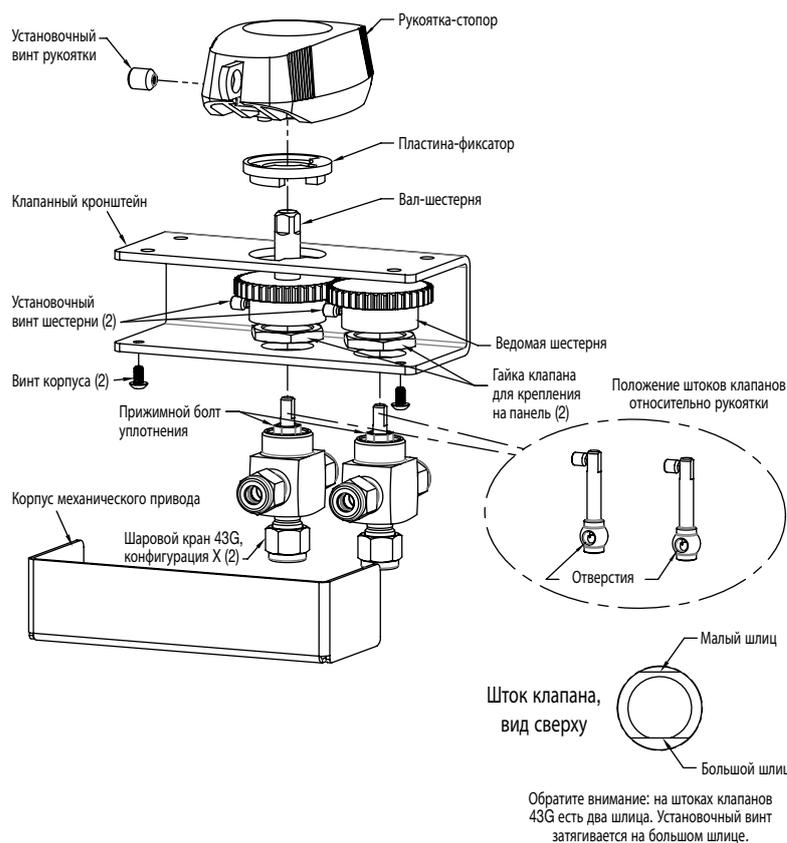
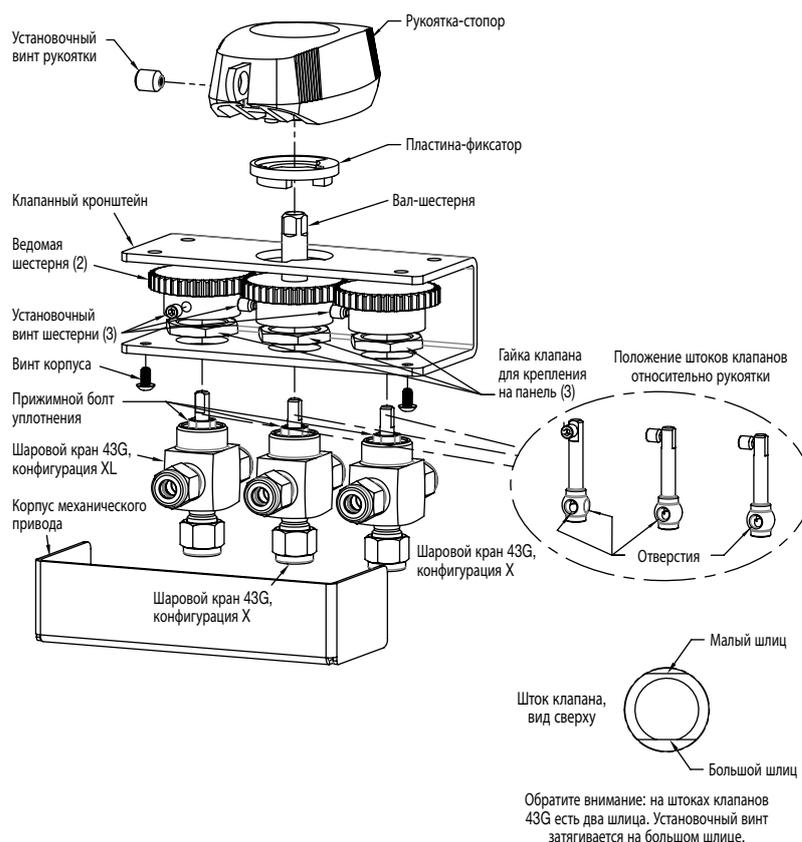

Рис. 9. Покомпонентное изображение 2-клапанного узла модуля отбора проб (GSM)
Рис. 12. Покомпонентное изображение 3-клапанного узла модуля отбора проб (GSM)
2. Снимите рукоятку и пластину-фиксатор, ослабив установочный винт на рукоятке. 2-клапанные узлы приведены на рис. 9; 3-клапанные узлы приведены на рис. 12.
Извлекать клапаны из клапанного кронштейна не обязательно. 2-клапанные узлы приведены на рис. 9; 3-клапанные узлы приведены на рис. 12.